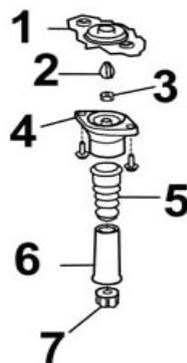

Fig. 8:
- **Fig. 8** Obere Stoßdämpferbefestigung abschrauben und Stoßdämpfer entnehmen.
- **Fig. 8** Unscrew upper shock absorber attachment and remove shock absorber.
- **Fig. 8** Dévisser la fixation supérieure d'amortisseur et enlever l'amortisseur.
- **Fig. 8** Destornillar la sujeción superior del amortiguador y retirar el amortiguador.
- **Fig. 8** Vor Einbau des Dämpfers das Original Stützlager (4) am Performance Dämpfer mit Kolbenstangenmutter aufschrauben.
- **Fig. 8** Before installing the damper, screw the original support bearing (4) onto the Performance damper with the piston rod nut.
- **Fig. 8** Avant le montage de l'amortisseur, visser le palier de soutien d'origine (4) sur l'amortisseur Performance avec l'écrou de la tige de piston.
- **Fig. 8** Antes de montar el amortiguador, atornillar el cojinete de apoyo original (4) al amortiguador Performance con la tuerca del vástago del pistón.